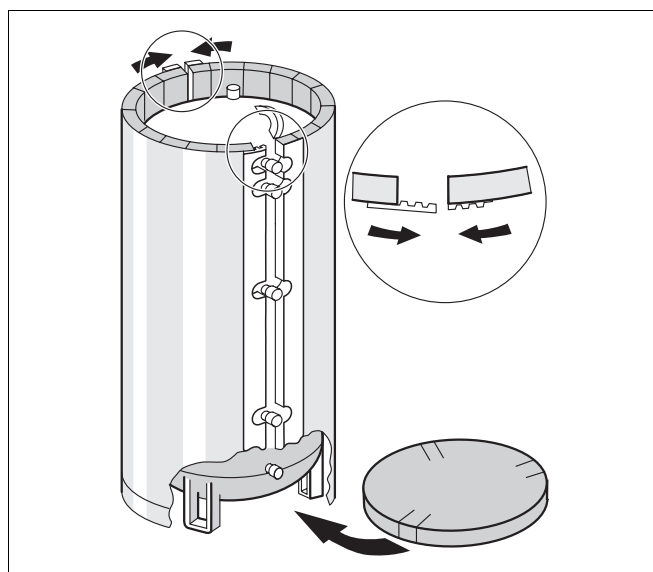

Рис. 6 Теплоизоляция
- Теплоизоляционный круг с надрезами для ножек бака-водонагревателя положить на пол (рис. 6).
- Обернуть теплоизоляционные маты вокруг бака-водонагревателя так, чтобы штуцеры подключения попали в отверстия на матах (рис. 6).
- Подтянуть и скрепить между собой концы теплоизоляционных матов (рис. 6).